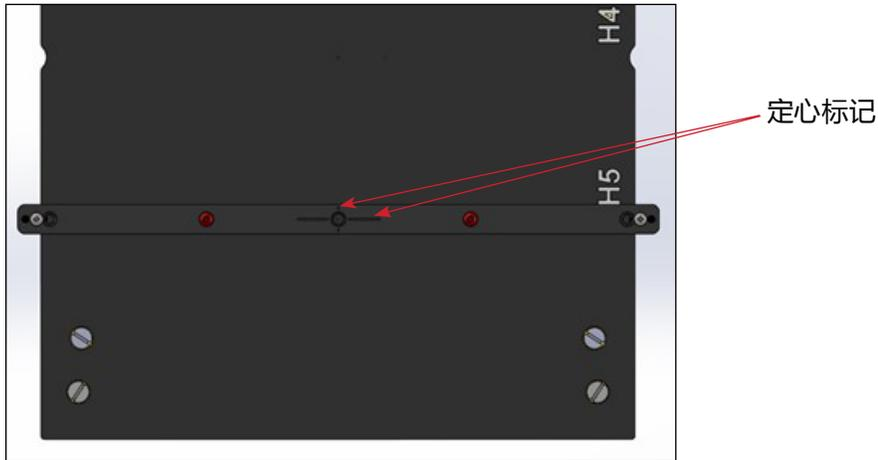

图 15
3. 使用 CT 激光对齐系统确定对齐光束射在定位杆的定心标记上(图 15)。